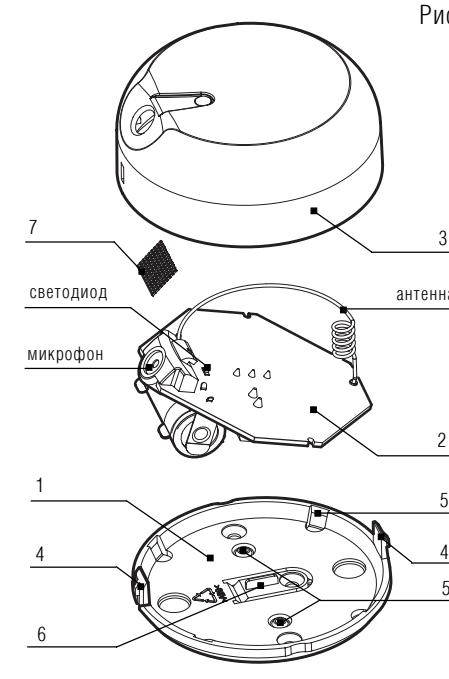

Рис. 1
Извещатель выполнен в виде одного блока (Рис.1) и состоит из: основания (1) с зацепами (4), выламываемыми отверстиями для ввода проводов ШС (5) и механизмом датчика отрыва (6), печатной платы с элементами (2), крышки (3) с защитной сеткой (7).